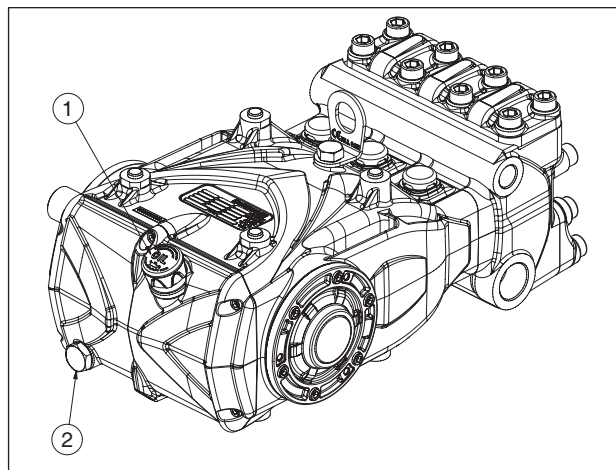

Fig. 3
A partir da haste do nível de óleo pos. ①, Fig. 3.
O controle correto do nível do óleo é realizado com a bomba em temperatura ambiente, a troca do óleo é executada com bomba em temperatura de trabalho, removendo: a haste do nível do óleo pos. ① e, em seguida, o tampão pos. ②, Fig. 3. O controle do óleo e a troca são efetuados conforme indicado no capítulo 11.
Use uma sonda de temperatura para introduzir no interior do dreno do óleo, pos. ② Fig. 3.